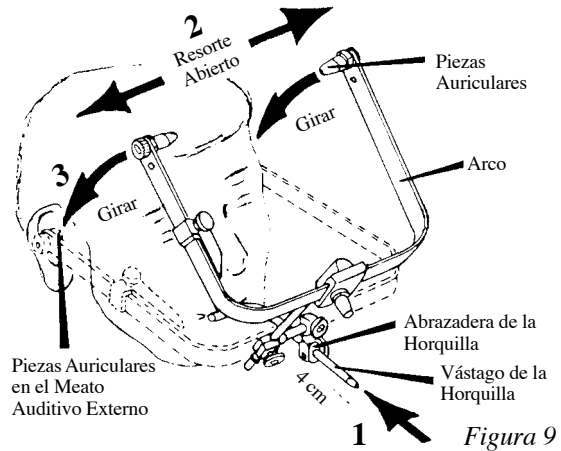

Figura 9
- La Figura 9 muestra el vástago de la horquilla entrando en la abrazadera floja de ésta. Deslice esta abrazadera (1) en el vástago, hasta unos 4 centímetros y luego “abra el resorte” del arco (2) y gírelo hacia abajo como en (3) para permitir que las piezas auriculares entren en el meato auditivo externo.